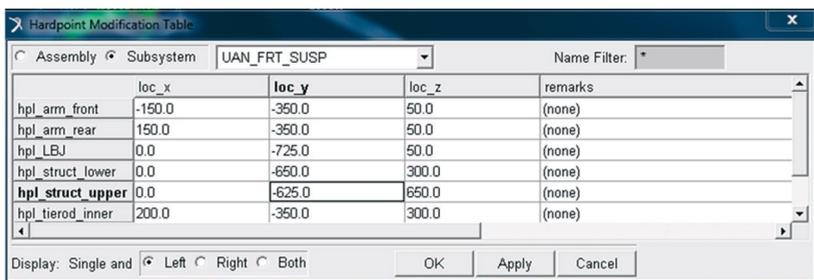

Figura 4.196 – Alteração da coordenada y do *Hardpoint* *hpl_struct_upper*.
- Ainda na tabela mostrada na Figura 4.194, selecione a célula correspondente à coordenada y (*loc_y*) do *Hardpoint* *hpl_struct_upper*. Altere o valor para - 625, ou seja, este *Hardpoint* também será deslocado de 25 mm (Figura 4.196).